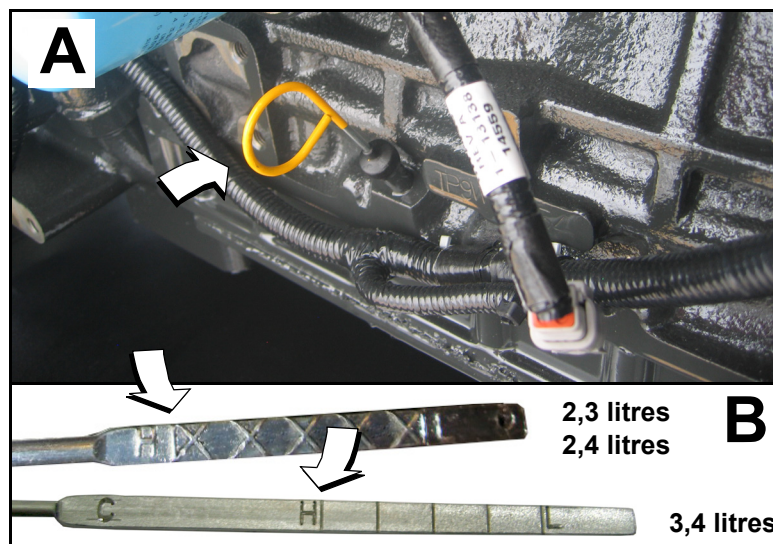

Figure 5-10. Jauge pour le niveau d'huile
1. Retirez la jauge d'huile et essuyez-la avec un chiffon propre. Voir la partie A de Figure 5-10.
4. Si nécessaire, retirez le bouchon de remplissage d'huile et ajoutez lentement de l'huile jusqu'à ce que le niveau atteigne la marque H (élevé). Voir la partie B de Figure 5-10.